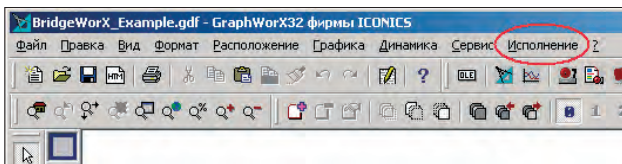

Рис. 60. Запуск экранной формы
2. Переведите экранную форму в режим исполнения, выбрав пункт меню **Исполнение**, как показано на рис. 60.